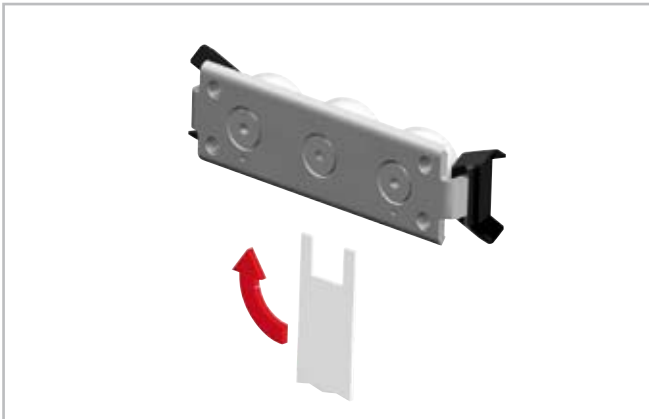

Abb. 28
- Der mitgelieferte Spezial-Flachschlüssel wird von der Seite zwischen Schiene und Läufer eingeführt und auf den Sechskant bzw. Vierkant des einzustellenden Exzenterzapfens aufgesteckt (s. Abb. 28).